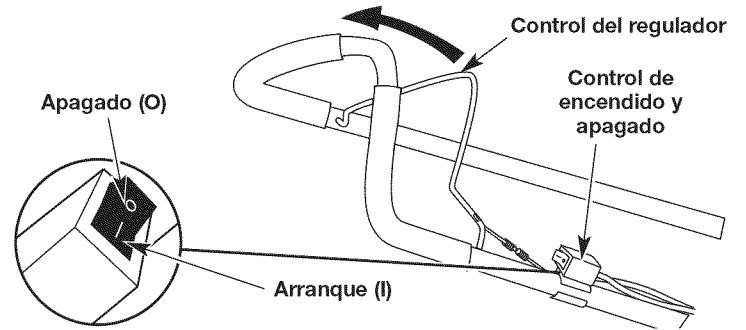

Fig. 4
NOTA: No hay necesidad de encender la unidad. El interruptor de Encendido/Apagado debe estar en la posición ENCENDIDO (I) en todo momento (Fig. 4).
6. **NO** oprima el control del regulador (Fig. 4). Tire de la cuerda con movimiento controlado y firme hasta que la unidad arranque.
2. Oprima y no suelte el interruptor de control de Encendido y Apagado en la posición APAGADO (O) hasta que el motor se detenga por completo (Fig. 4).